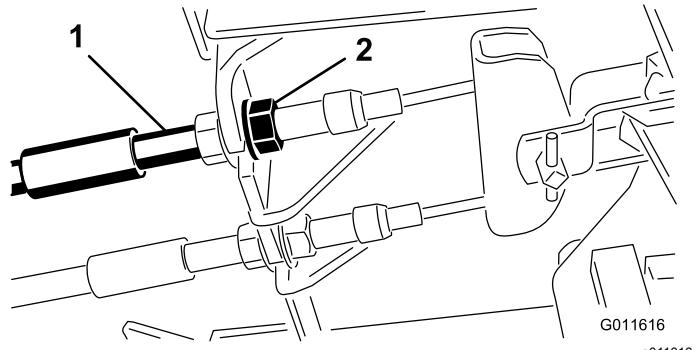

Figure 63
1. Pour réduire la garde aux pédales de frein, serrez les freins en desserrant l'écrou avant sur l'extrémité filetée du câble de frein (Figure 63).